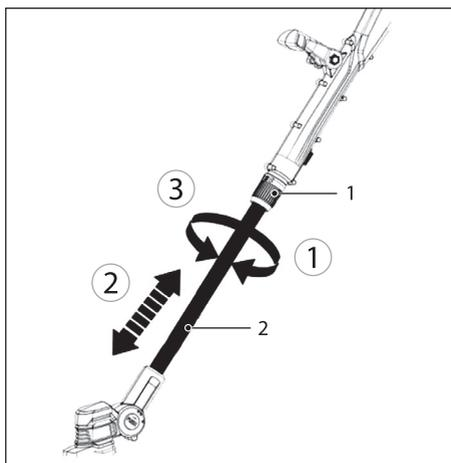

Рис. 12
1. Ослабьте регулятор длины штанги (1) по часовой стрелке (рис. 12).
2. Вытяните нижнюю штангу (2) или сдвиньте ее, чтобы отрегулировать нужную длину.
3. Затяните регулятор длины штанги (1) против часовой стрелки.